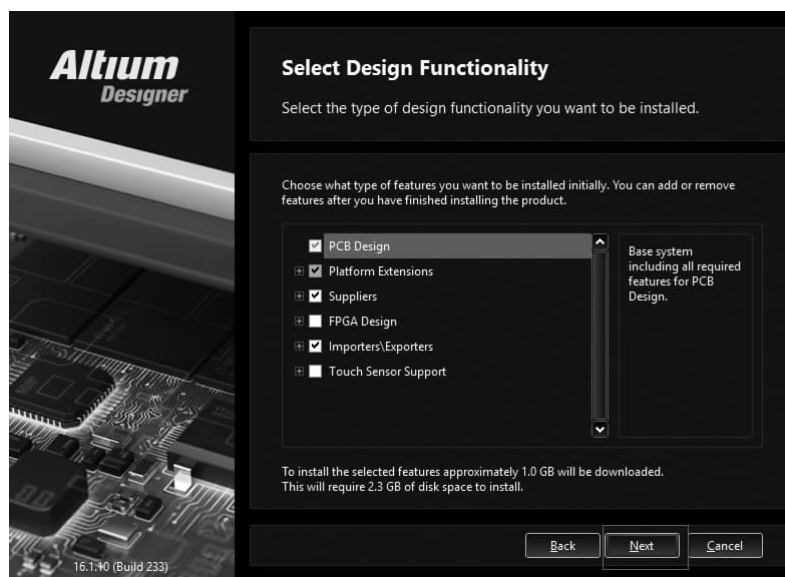

图 1-4 选择安装 Altium Designer 16 的组件
(4)在图 1-4 所示对话框中,在“Choose what type of features you want to be installed initially”处,选择要安装的功能类型,单击“Next”按钮。